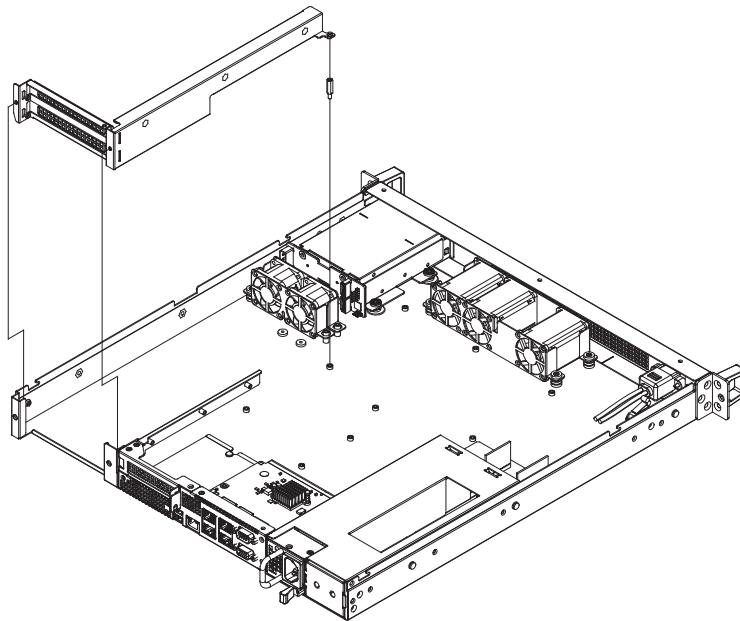

Figure 2.2 Removing LR Riser Bracket/ 移除 LR RISER 支架 / 移除 LR RISER 支架
2. Lift LR riser bracket up as below diagram shows (see Figure 2.2).
2. 将 LR Riser 支架向上提起（如图 2.2 所示）。